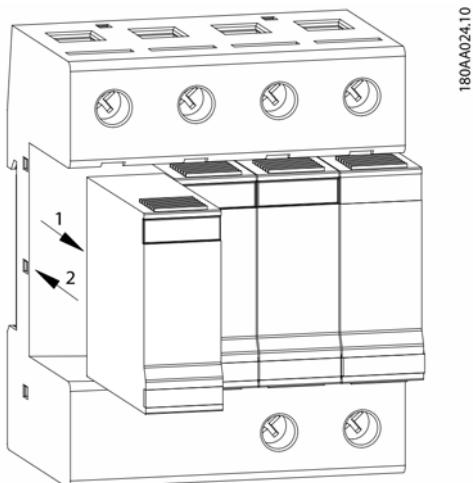

Рисунок 1.2 Разрядники защиты от перенапряжения для переменного тока (3)
4. Вытащите неисправный разрядник защиты от перенапряжения. См. (1) на рис. 1.2 и (1) на рис. 1.3.
1. Вставьте новые разрядники защиты от перенапряжения до щелчка. См. (2) на рис. 1.2 и (2) на рис. 1.3.